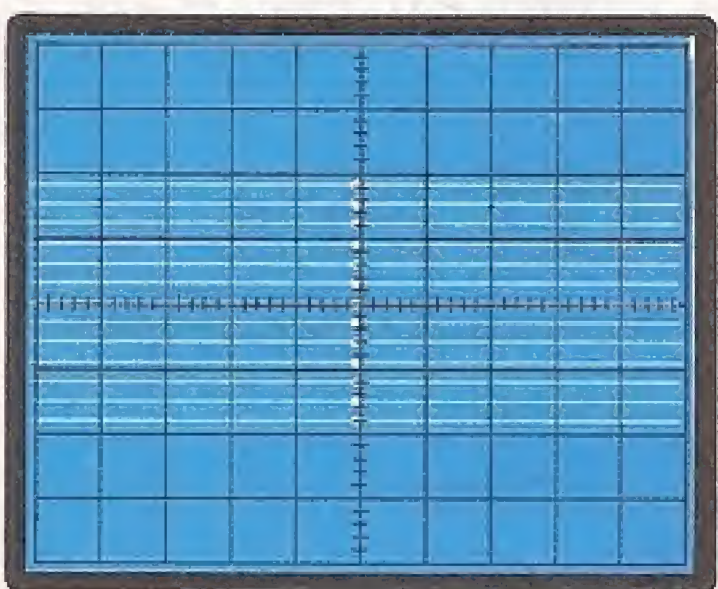

Fig. 28 Se sullo schermo appaiono le sole righe orizzontali significa che la corrente di Gate è insufficiente.
- Se al contrario non appare alcuna traccia in verticale, ma solo linee orizzontali (vedi fig. 28), dovremo aumentare il valore della corrente di gate, passando dagli **1 milliamper** iniziali a **2, 5, 10 o 20 milliamper**, fino ad ottenere sullo schermo l'immagine voluta.